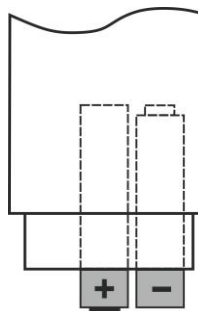

Fig. 11: Sustitución pilas
3. Inserte las pilas nuevas del mismo tipo (ver § 7.2) respetando las polaridades indicadas (ver la Fig. 11)